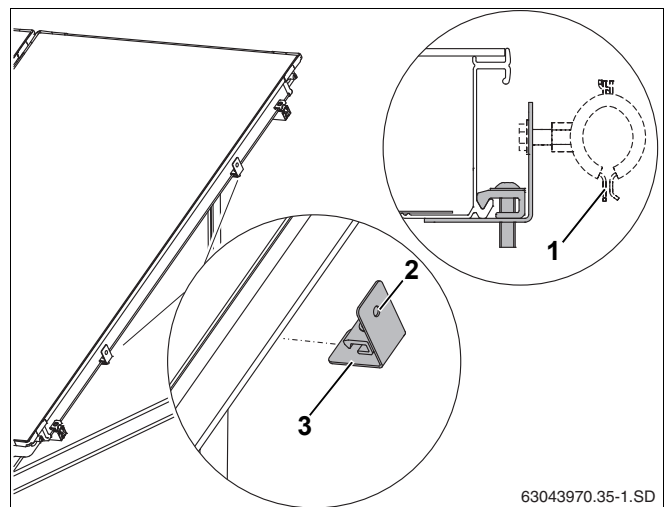

Рис. 56 Крепление держателя к раме коллектора
Мы рекомендуем применять обычные хомуты для труб (рис. 56, поз. 1) для крепления сборных линий в отверстиях с резьбой M8 на держателе (рис. 56, поз. 2).
- ▶ Установить держатель (рис. 56, поз. 3) на раму коллектора и затянуть винт ключом SW5.